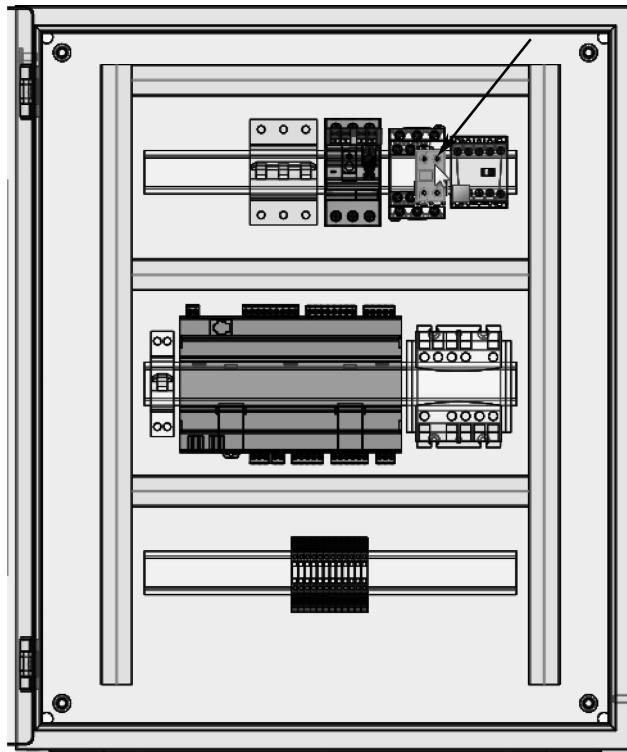

图 13-4 关联设备型号
**步骤6 关联设备型号 展开设备【=F1-K1】，右击零件【LADN11TQ】，选择【关联】。按图 13-4 所示选择附件，单击【确定】，创建关联。**